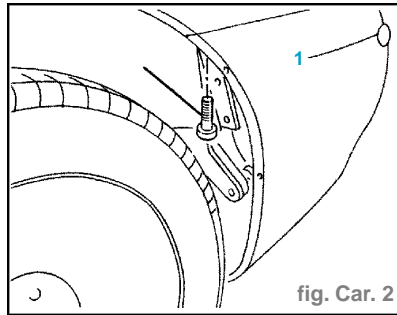

fig. Car. 2
- En intervenant des deux côtés du véhicule, dévisser la vis extérieure de fixation du pare-chocs (fig. Car. 2).